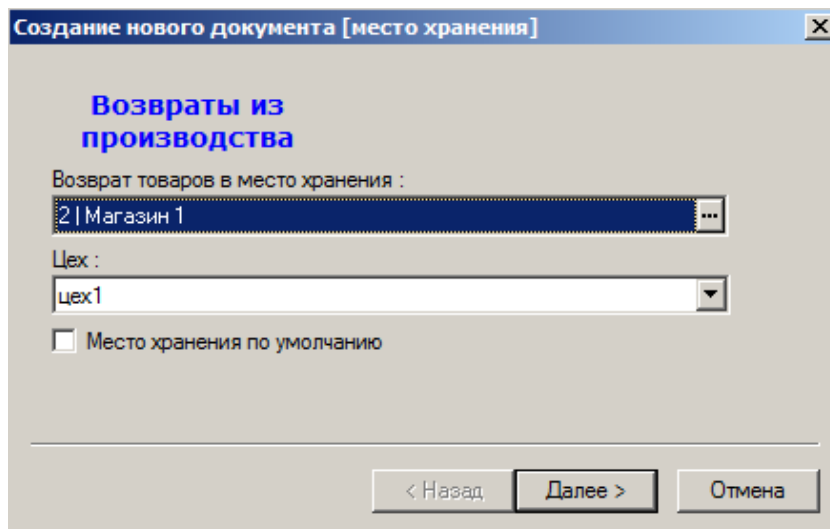

Рисунок 54 – Создание «Возврата на производство» (1)
2. Из раскрывающихся списков выбрать название места хранения, в которое следует вернуть товар, и название производственного участка (цеха), из которого возвращается ингредиент (Рисунок 54). Если в настройках выбранное место